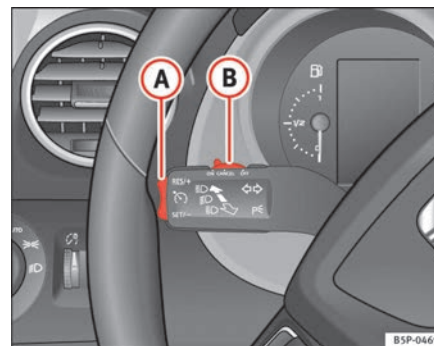

Abb. 131 Blinker- und Fernlichthebel: Schalter und Wippe für die Geschwindigkeitsregelanlage
- Drücken Sie den oberen Teil der Wippe **RES/+** ⇒ Abb. 131 **(A)**, um die Geschwindigkeit zu erhöhen. Solange Sie die Wippe gedrückt halten, beschleunigt das Fahrzeug. Sobald Sie die Wippe loslassen, wird die neue Geschwindigkeit gespeichert.
Wenn Sie die gespeicherte Geschwindigkeit durch Treten des Bremspedal verringern, ist die Regelung der gespeicherten Geschwindigkeit ausgeschaltet. Sie können durch einmaliges Drücken des oberen Teils der Wippe **RES/+** → **Abb. 131 A** die Regelung wieder aufnehmen.